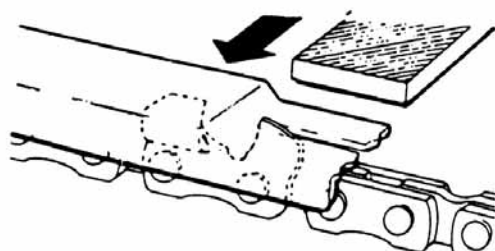

Fig. 4-3
- 3) Placera djupmallsverktyget på tanden. Om underställningsmallen sticker ut, skall den filas tills den är i plan med verktygets topp. Fila alltid från kedjans insida mot en utvändigtand. (Fig. 4-3)